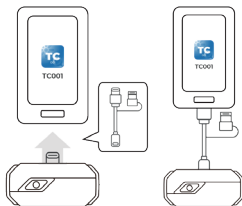

Figura 3.1.2
*Oppure è possibile utilizzare il cavo adattatore in dotazione come prolunga per collegare il TC001 al telefono (vedere la figura 3.1.2).*